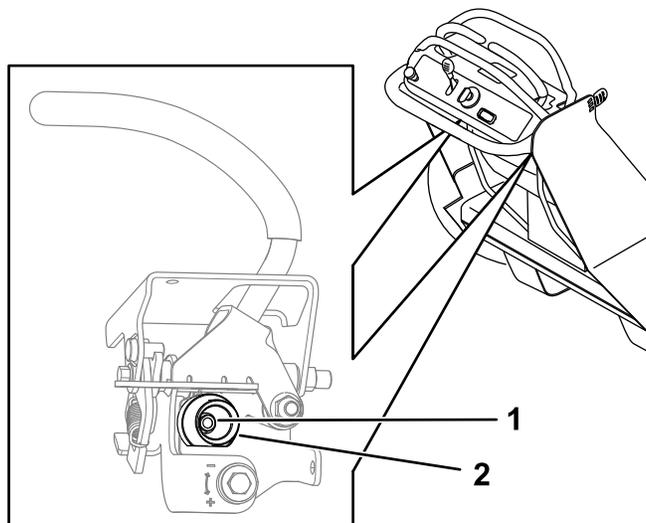

図 61
5. 調整している走行コントロールレバーのカムを固定しているナットをゆるめる 図 61。
6. カムを調整して、相手方の走行コントロールレバーに整列させ、ナットを締めてカムを固定する 図 61。